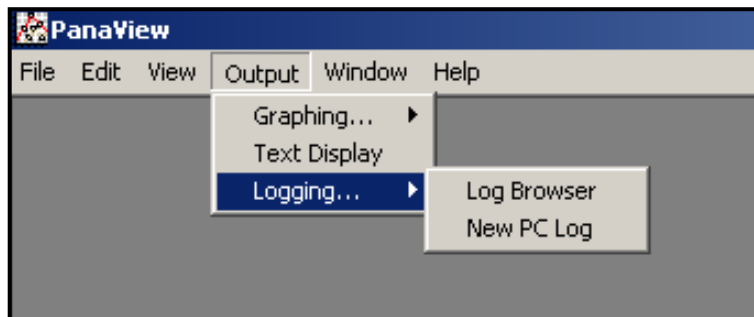

Figura 13: Seleções na opção Logging (Registro)
1. Abra o menu *Output* (Saída) (consulte a *Figura 13* abaixo) e clique na opção *Logging* (Registro).
- Abra o menu *Output* (Saída) (consulte a Figura 13 na página 46) e clique na opção *Log Browser* (Navegador de registros). Avance para a caixa de diálogo *PC Logs* (Registros do PC), conforme descrito nas seções anteriores. Uma tela semelhante à tela mostrada na Figura 23 é exibida.